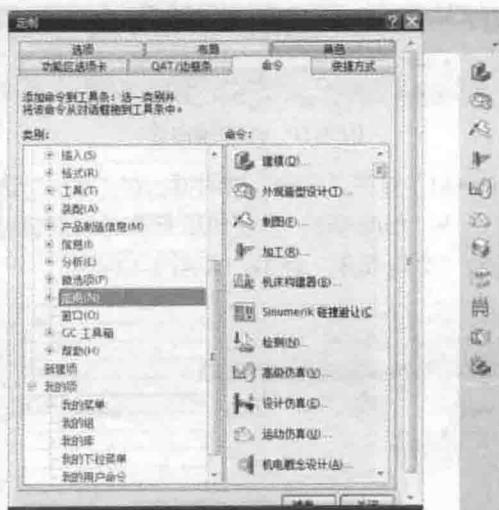

图 1-9 设置右侧边框工具条
**步骤 02** 使用相似的方式添加“外观造型”、“制图”、“加工”、“高级仿真”、“运动仿真”、“钣金”、“注塑模向导”、“级进模向导”、“装配”、“PMI”到右侧边框工具条中，如图 1-9 所示。